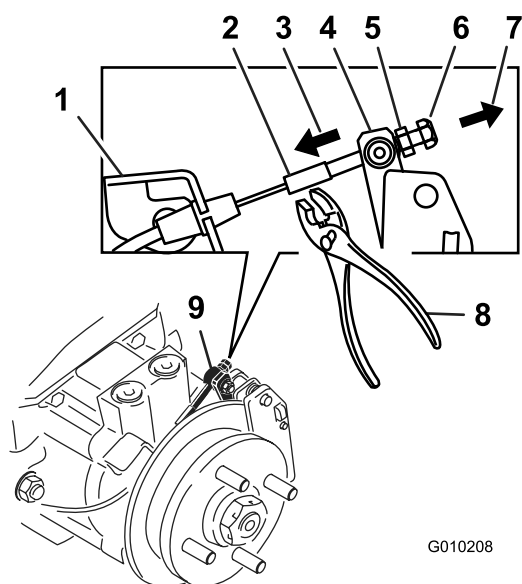

Figure 73
9. En vous servant uniquement de vos doigts et de vos mains, poussez le bras du levier d'étrier pour engager les plaquettes de frein sur le disque jusqu'à l'arrêt du levier (Figure 73).
10. Maintenez le levier en position d'arrêt d'une main et, à l'aide de l'autre main, tendez l'extrémité du câble fileté à travers le pivot. Vissez l'écrou standard contre le pivot (Figure 73).